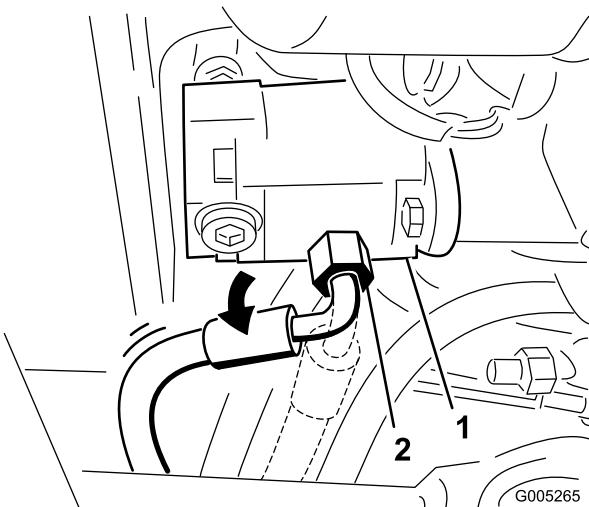

Bild 84
37. Lockern Sie das Anschlussstück des Druckschlauchs an der Pumpe und drehen Sie das Anschlussstück um 45 Grad zur Rückseite der Maschine (Bild 84).
Hinweis: Bild 84 zeigt Ansicht von der Unterseite der Zugmaschine aus.